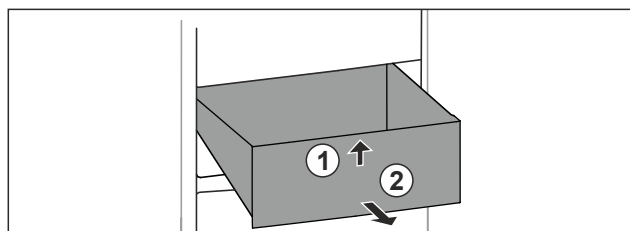

Fig. 114
- ▶ Podignite ladicu sprijeda. *Fig. 114 (1)*
- ▶ Izvadite ladicu prema naprijed. *Fig. 114 (2)*